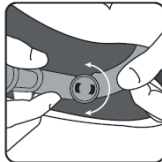

Fig. 4
4. Cierre la yugular tal como lo muestra la fig. 4, hasta oír el «click» de bloqueo de la hebilla. Debe tirar de la yugular para comprobar que la hebilla está correctamente bloqueada. Apriete la yugular de tal manera que esté cómodo.